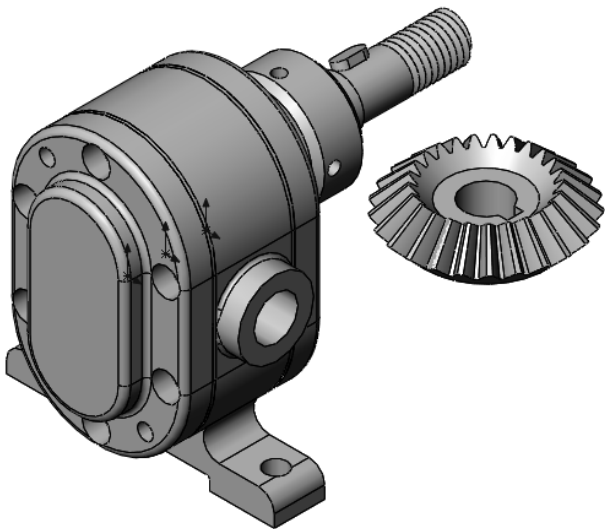

图 10-35 插入圆锥齿轮
- [2] 单击图形区域以放置零部件，在装配体中插入圆锥齿轮，如图 10-35 所示。